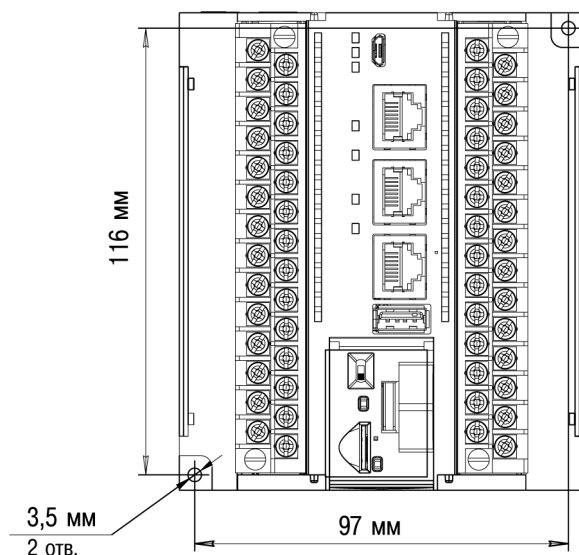

Рисунок 4.2 – Монтажные размеры
3. Закрепить прибор на DIN-рейке или на вертикальной поверхности с помощью винтов. Монтажные размеры указаны на рисунок 4.2.